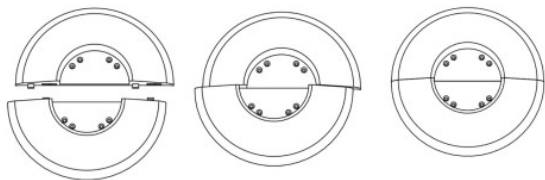

FIG. 1
- 1. Assembler les deux parties de la base ensemble (Fig.1) ;